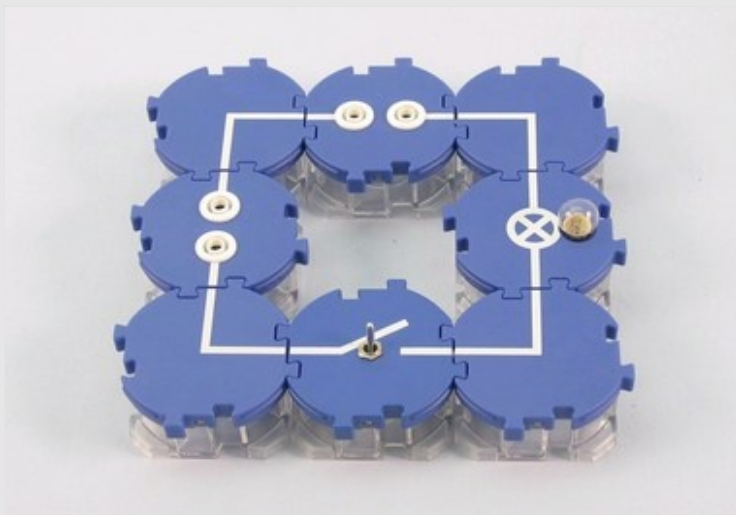

Рис. 4
4. Помістіть опору гальванометра на з'єднувальний лінійний модуль з роз'ємом і проведіть експеримент, як показано на рис. 4 і рис. 5.